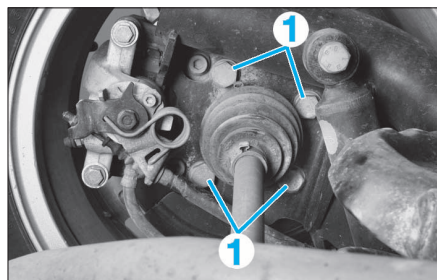

FIG. 36
- les 4 vis de fixation (1) (Fig.36).